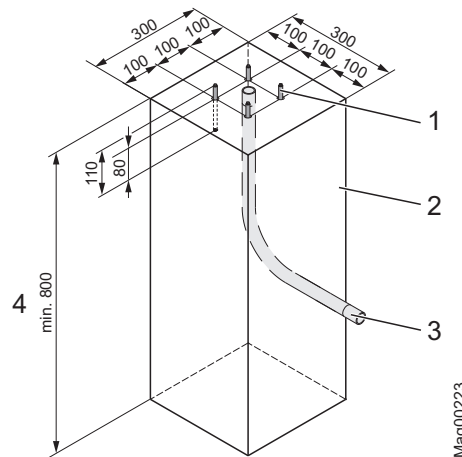

Bild 18: Fundamentschema stöd Stolpe och fotocells stolpe (mått i mm)
1. Schakta ur fundamentet enligt Bild 12 och Bild 18.
2. Placera tomröret enligt Bild 18 i fundamentet.
4. Gjut fundamentet med betong enligt Bild 18 .